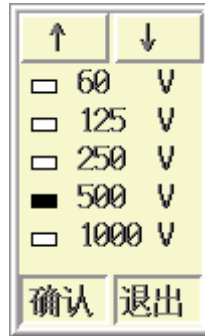

图 6.8 选择发射电压
操作：可以直接用③、④键来切换，也可以按确认键调出发射电压选择界面（如图 6.8 所示）进行选择。